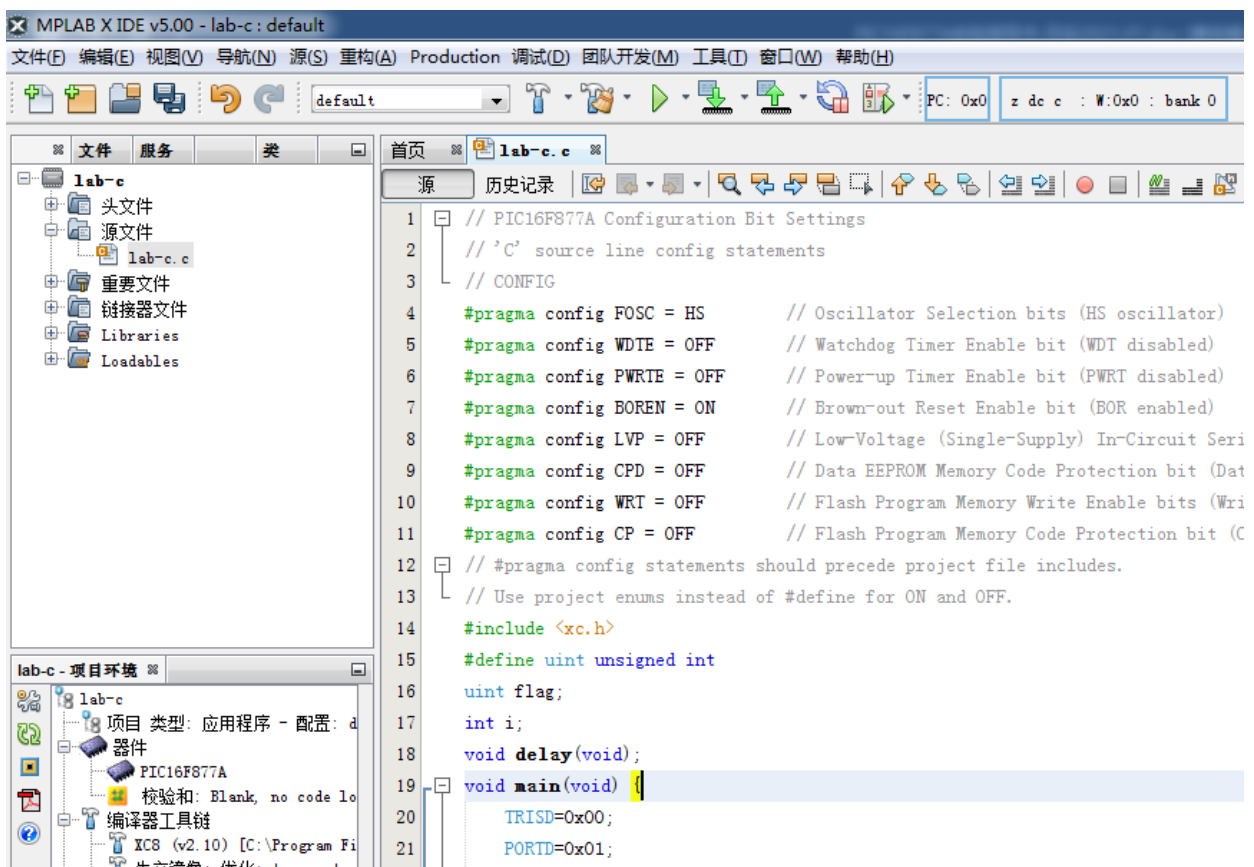

图 3-1-4 C 语言程序结构
3. 按照第二章所述 MPLAB X IDE 软件的使用步骤新建 C 语言程序项目和文件，将上述 C 语言程序录入，设置配置位，编译并排错。程序结构如图 3-1-4 所示。